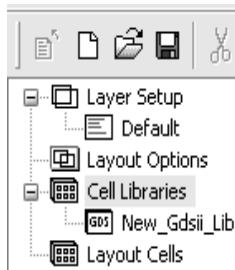
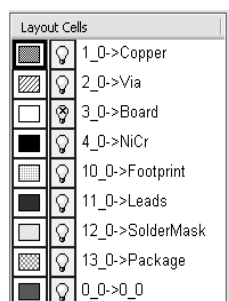

Рис. 2.51
Рис. 2.52
Если вместо импортирования библиотеки хотите создать свою, щёлкните правой кнопкой мышки по **Cell Libraries** и выберите **New GDSII Library** или **New DXF Library**. Откроется окно, в котором нужно ввести имя создаваемой библиотеки и нажать **OK**. Имя вновь создаваемой библиотеки появится в окне менеджера топологии (рис. 2.51). В нижней части окна менеджера топологии появится список слоёв, в которых можно чертить элемент топологии (рис. 2.52).
- Щёлкните левой кнопкой мышки по квадрату **1\_0->Copper** (Медь) в нижней части окна менеджера, чтобы назначить медь для активного слоя, как показано на рис. 2.52 (не щёлкайте по лампочке, т.к. такой щелчок определяет слой для показа или скрытия).